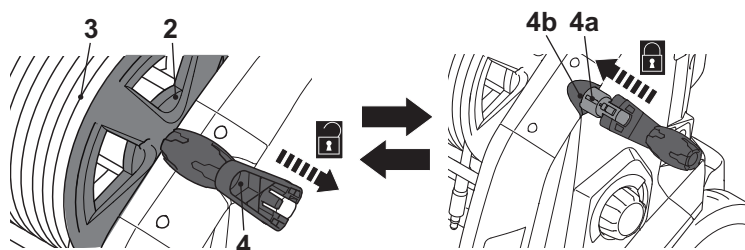

Fig. 17
1. Retire a alça de enrolamento k (4) da carcaça e desdobre-a para destravar o carretel da mangueira (2) e a si mesmo (fig. 17).
2. Retire a mangueira de pressão (3) do carretel da mangueira (2) para operação.
3. Gire a alça de enrolamento k (4) no sentido horário para enrolar a mangueira de pressão (3) para armazenamento. Libere a pressão na mangueira antes de enrolar a mangueira: desligue o produto usando o botão de controle e pressione o gatilho da pistola até que a pressão seja liberada.
Use o suporte do cabo de alimentação (12) para guardar o cabo de alimentação (11) (Fig. 17).